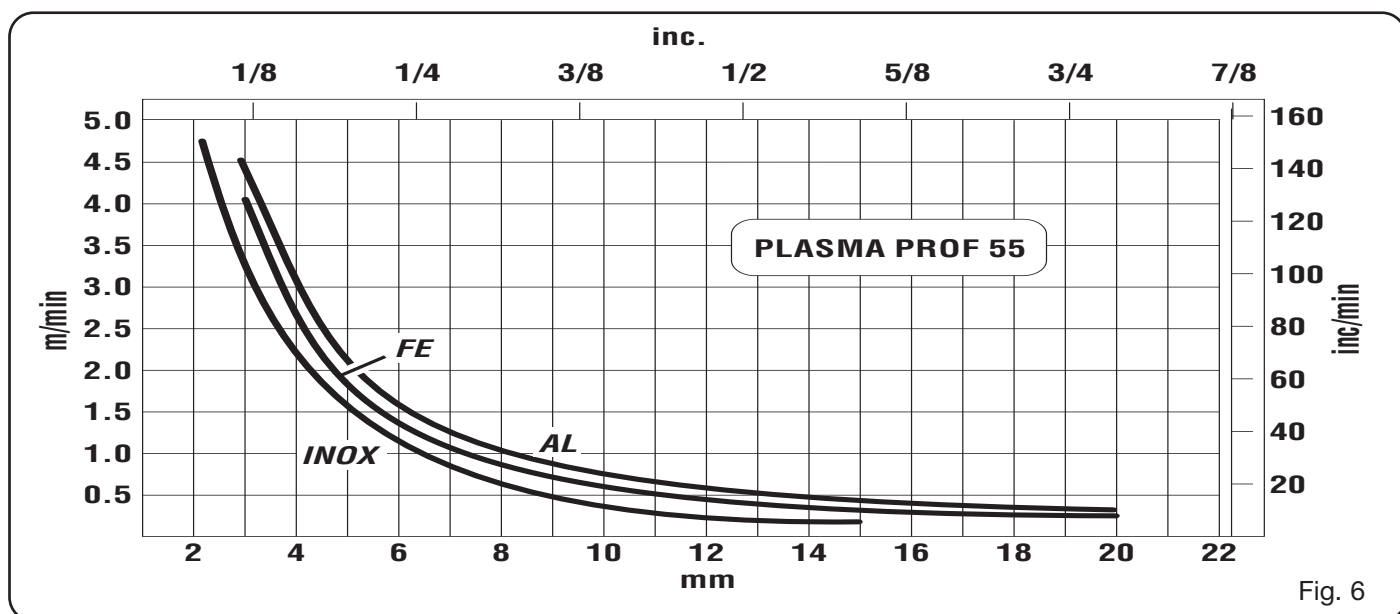

Fig. 6
- het werkstuk is te dik (zie de schema's voorsnijnsnelheden, fig. 6)